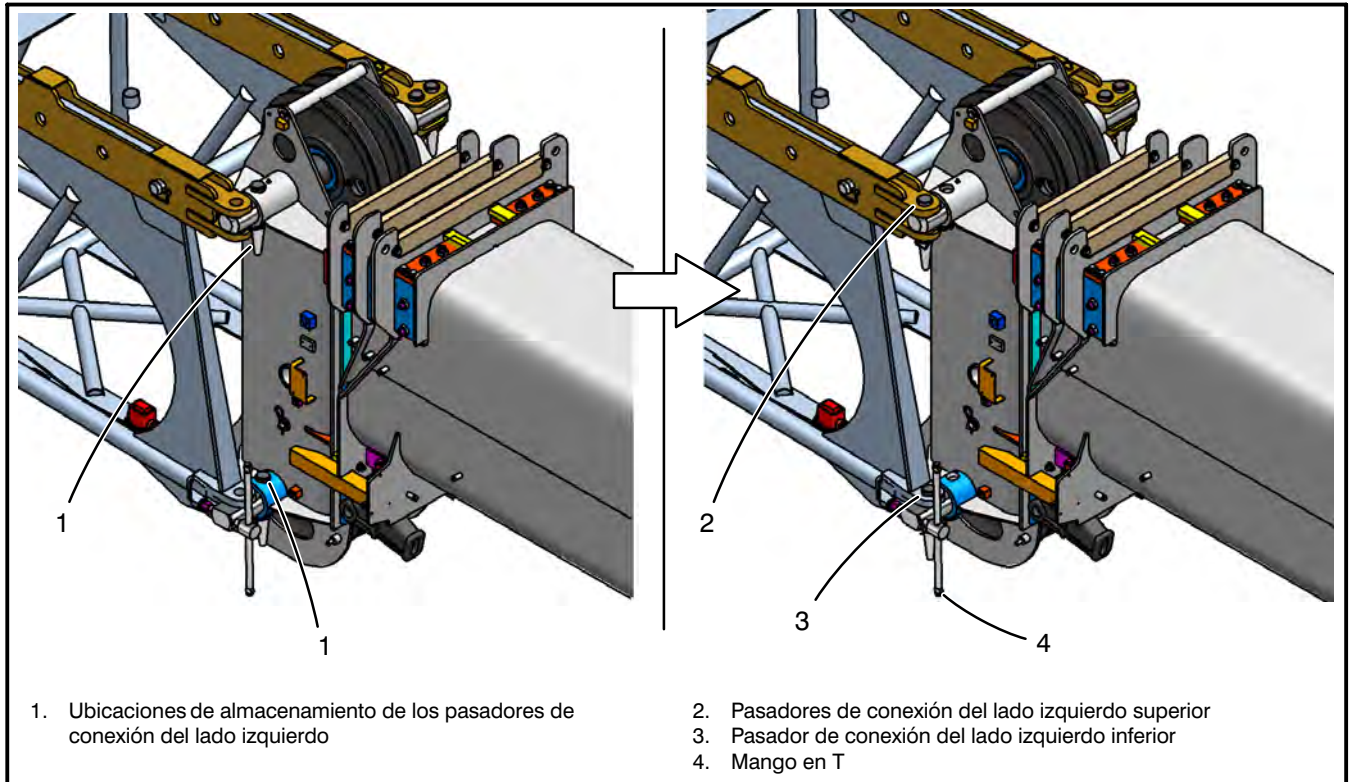

Figura 4–78
de 8,5 m y luego retraiga totalmente la pluma. Consulte la Figura 4–76.
15. Extraiga los dos pasadores de conexión del plumín de la ubicación de almacenamiento (1) en los ejes transversales de la maquinaria de la cabeza de la pluma, en el lado izquierdo de la pluma. Consulte la Figura 4–78. Instale un pasador a través de la orejeta superior del plumín (2) en el lado izquierdo de la pluma. Gire el mango en T (4) para empujar y alinear la orejeta del plumín izquierda inferior con el eje transversal de la maquinaria de la cabeza de la pluma inferior. Instale el pasador de conexión del plumín izquierdo inferior (3). (Instale los pasadores con la cabeza arriba y el soporte abajo). Instale los soportes de los pasadores. Gire hacia atrás el mango en T